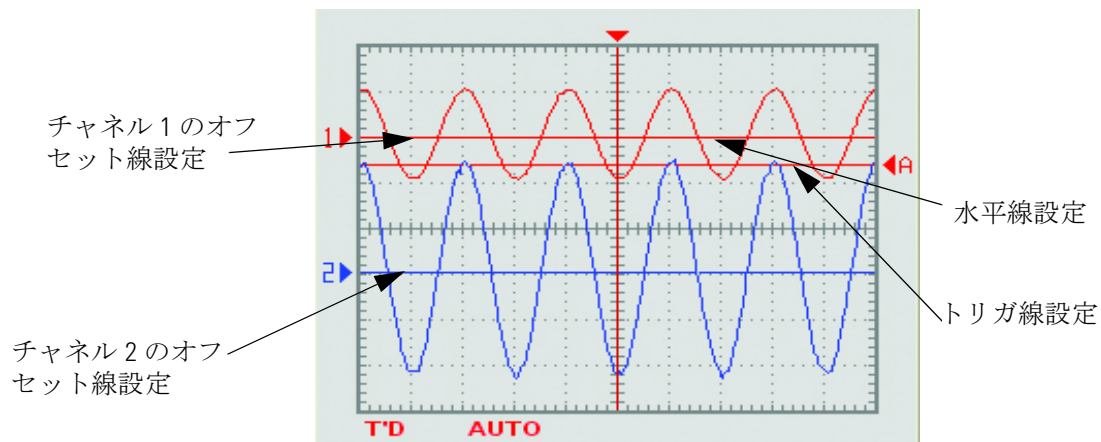

図 19 図 18 で設定したスコープ表示に基づいて示します。
- 4 図 19 は図 18 で設定したスコープ表示に基づいて示します。